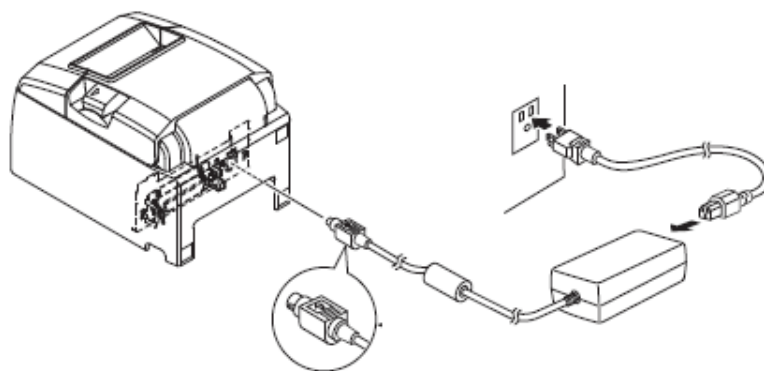

Рисунок 7.3 – Подключение сетевого адаптера к ККТ и электросети
7.1.3.2 Присоединить сетевой кабель к адаптеру переменного тока (Рисунок 7.3).
Примечание – При отключении кабеля питания следует тянуть за разъем кабеля (обведен на рисунке (Рисунок 7.3) кругом), а не за сам кабель, чтобы избежать повреждений разъема.